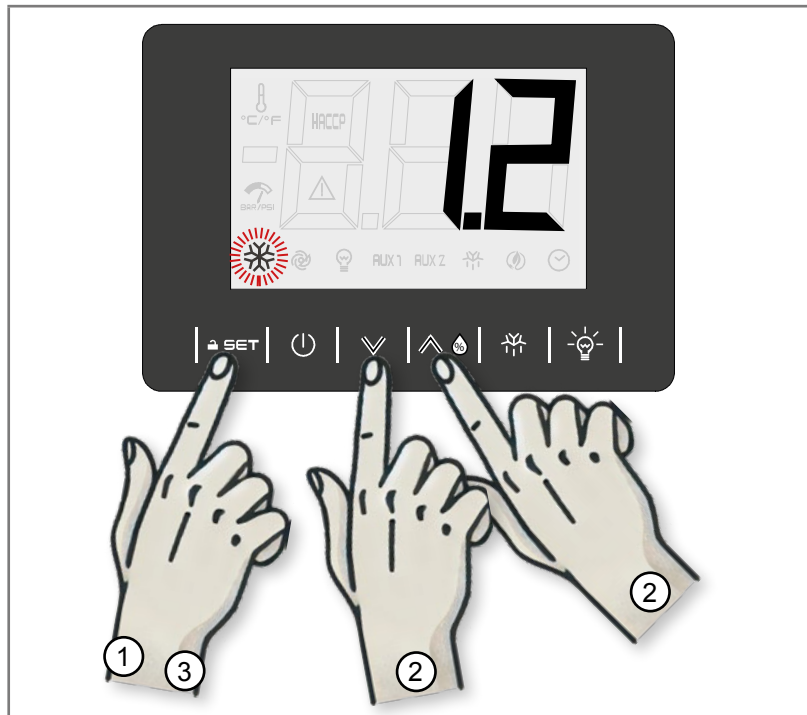

Abb. 5.5 - Temperatur-Sollwert
1. Berühren Sie die Taste SET (1 – Abb. 5.5): Auf dem Display blinkt das Kompressorsymbol und die aktuell eingestellte Temperatur (°C) wird angezeigt.
2. Berühren Sie die Taste DOWN (2 – Abb. 5.5) oder die Taste UP (2 – Abb. 5.5) innerhalb von 15 Sekunden, um den Temperaturwert (°C) einzustellen.
3. Berühren Sie die Taste SET (3 – Abb. 5.5) oder führen Sie 15 Sekunden lang keine Eingabe durch